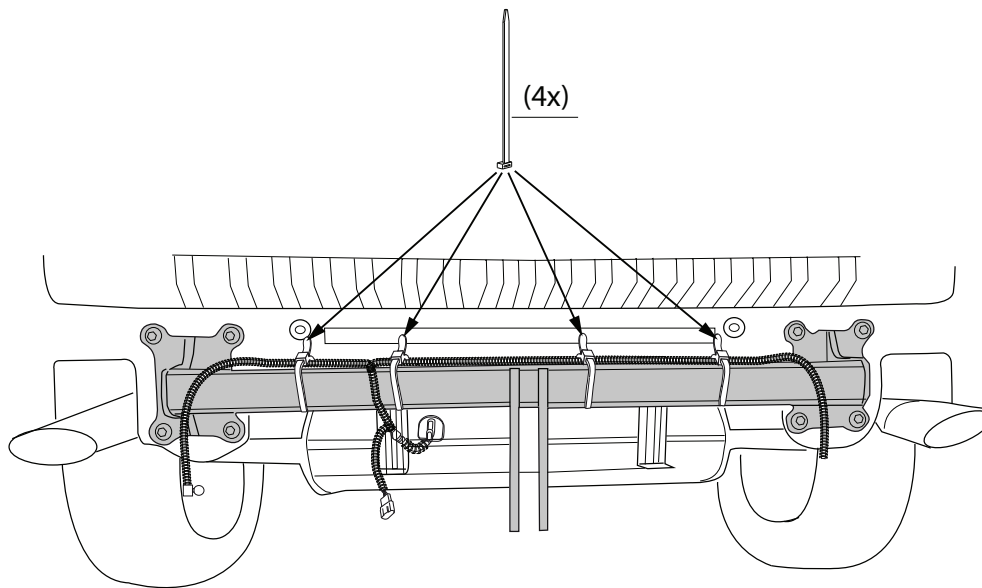

Fig. 2
6. **ДЛЯ МАШИН С PDC (системой помощи при парковке):** привязать провода пластмассовой проволокой. См. рисунок 2.